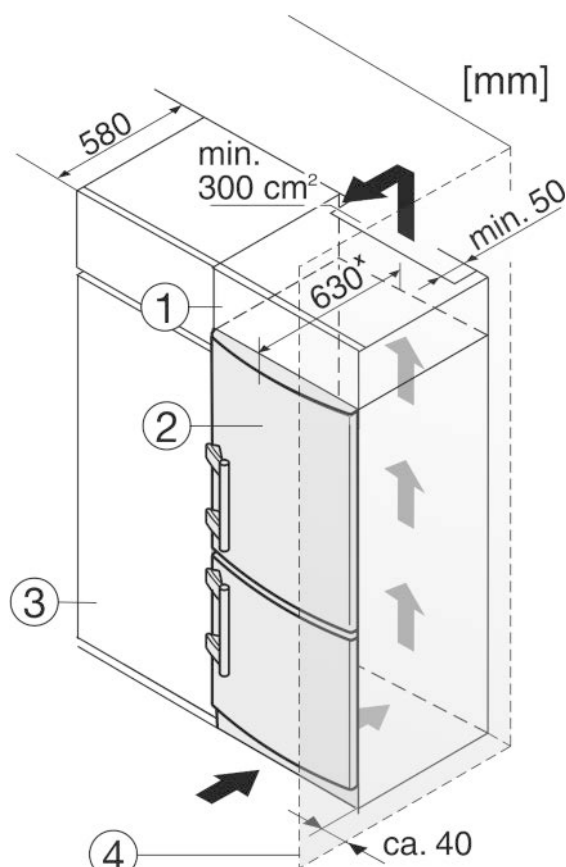

Fig. 26
- (1) Дополнительный шкафчик
- (2) Устройство
- (3) Кухонный шкаф
- (4) Стенка
Устройство может быть окружено кухонными шкафами. Чтобы уравнять устройство Fig. 26 (2) по высоте с кухонной стенкой, можно установить над устройством дополнительный шкафчик Fig. 26 (1).
При комбинировании с кухонными шкафами (глубина макс. 580 мм) устройство можно установить непосредственно рядом с кухонным шкафом Fig. 26 (3). Устройство выступает сбоку на 34 мм* и по центру на 50 мм* относительно передней стенки кухонного шкафа.
Если устройство установлено на шарнирах у стены Fig. 26 (4), то расстояние между устройством и стеной должно быть не менее 40 мм. Настолько выступает ручка при открытой дверце.